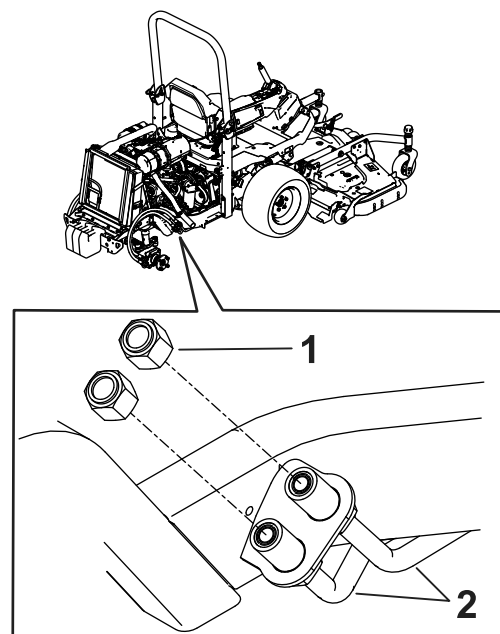
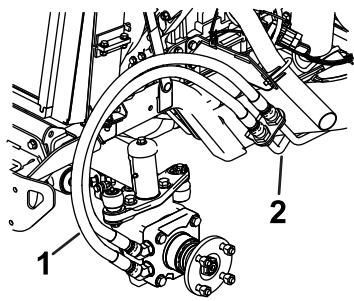

図 3
図 2
1. ホイールの前にある油圧ラインから既存のホースを外し、急いで油圧ラインをキャップでふさぐ 図 2と図 3。